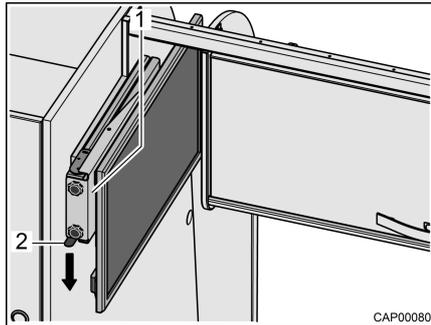

Bild 26 Auszug mit Flachbildschirm
- Rastfeder (Bild 26,2) nach unten drücken und Auszug (Bild 26,1) mit Flachbildschirm waagrecht in Richtung Fahrzeugmitte herausziehen.
- Auszug (Bild 26,1) mit Flachbildschirm waagrecht bis zum Anschlag schieben. Die Rastfeder (Bild 26,2) rastet hörbar ein.